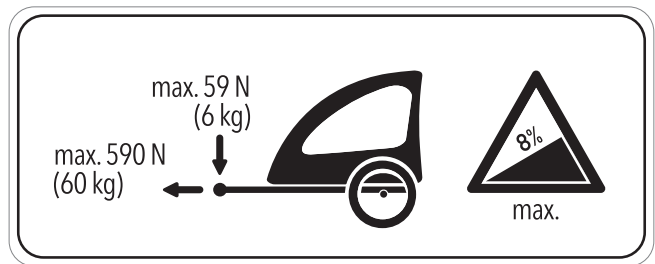

Abbildung 56:
- Abbildung 56: Hinweisschild Anhänger, 114